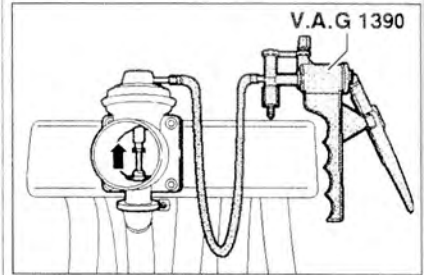

Рис. 3.49. Присоедините ручной вакуумный насос V.A.G 1390 к клапану.
2. Присоедините ручной вакуумный насос V.A.G 1390 к клапану (рис. 3.49).